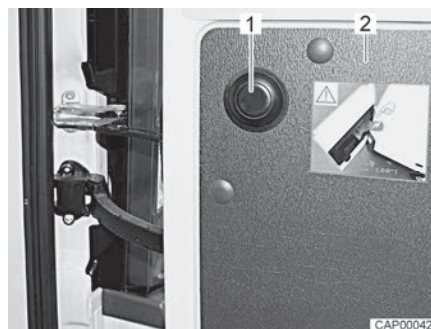

Fig. 18 Bottone a pressione per sbloccare la limitazione
- Aprire la porta di coda (Fig. 18,2) fino all'arresto.
- Premere il bottone a pressione (Fig. 18,1), tenere la porta di coda e aprirla ulteriormente con cautela.